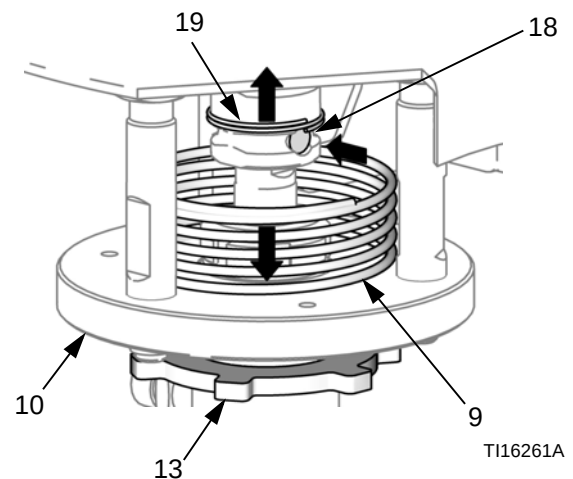

FIG. 6. Muelle de seguridad y pasador de conexión
4. Consulte la FIG. 6. Empuje el muelle de seguridad (9) hacia abajo y manténgalo oprimido para acceder al pasador de acoplamiento (18). Empuje el muelle de retención (19) hacia arriba y saque el pasador empujando hacia afuera utilizando un destornillador o punzón.
5. Afloje la contratuerca (13).